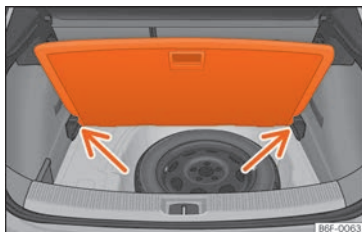

Fig. 166 Suelo variable del maletero: posición inclinada.
- Con el suelo variable en posición alta, levántelo por el asidero ①, tire de él y empuje hacia el respaldo de los asientos posteriores hasta que se doble el piso por la línea de bisagra y la parte móvil del piso repose sobre el mismo.
- Apoye el piso sobre los alojamientos previstos para tal uso » » fig. 166 (flechas).